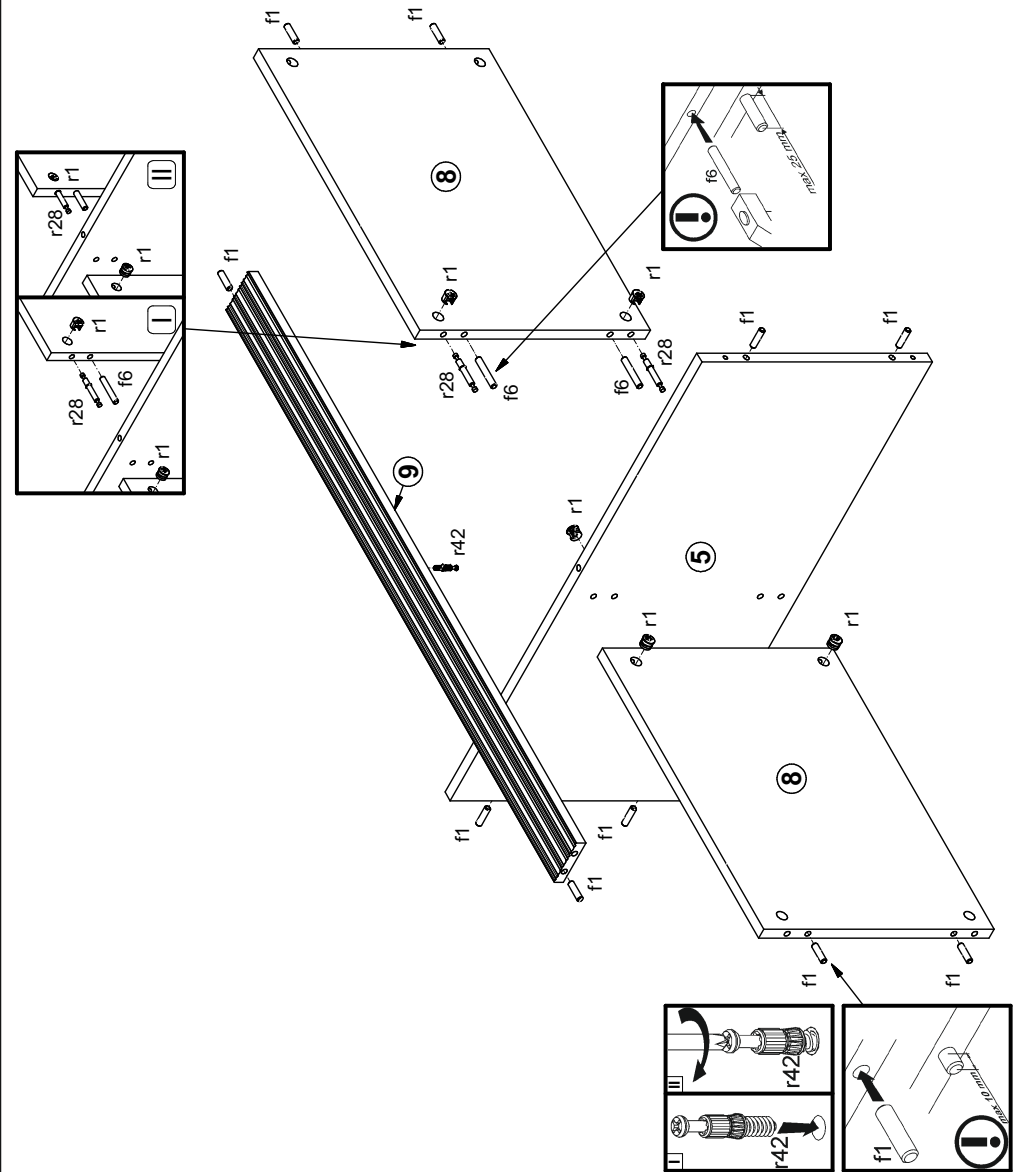

Рисунок 3
4.5. В отверстия $\varnothing 8$ мм на торцевых внутренних поверхностях полок соединительных 8 в крайние отверстия вставить двухсторонний винты стяжек r28 и шканты f6 (см. рис.3).